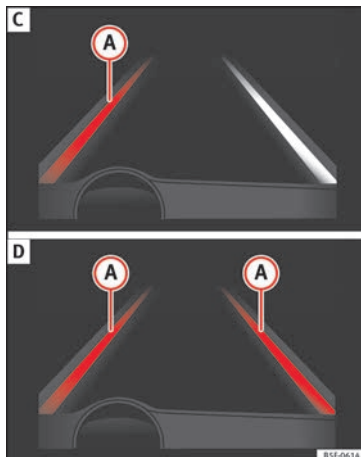

Fig. 204 En la pantalla del cuadro de instrumentos: indicación en la pantalla del sistema de aviso de salida del carril (ejemplo 2).
- El sistema está trabajando, la línea resaltada **A** indica que había riesgo de sobrepasar la línea de carril involuntariamente y está actuando sobre la dirección para corregir la trayectoria » **fig. 204 C.**
- Las dos líneas resaltadas **A** se encienden a la vez cuando tenemos las dos líneas de carril reconocidas y la función de Guiado adaptativo en el carril está activada » **fig. 204 D.**